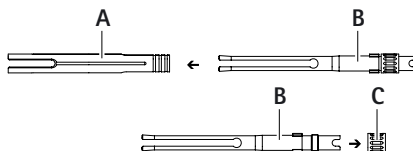

Rys. 7
- Zdjąć całą tuleję zaciskową 2, patrz Rys. 7.